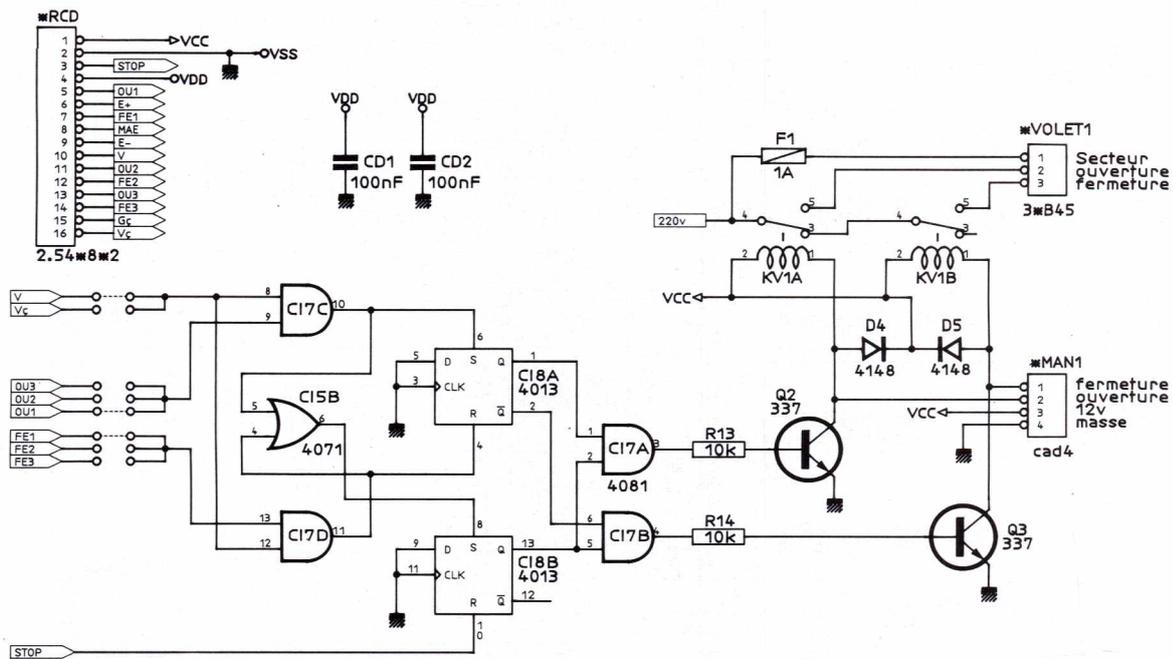
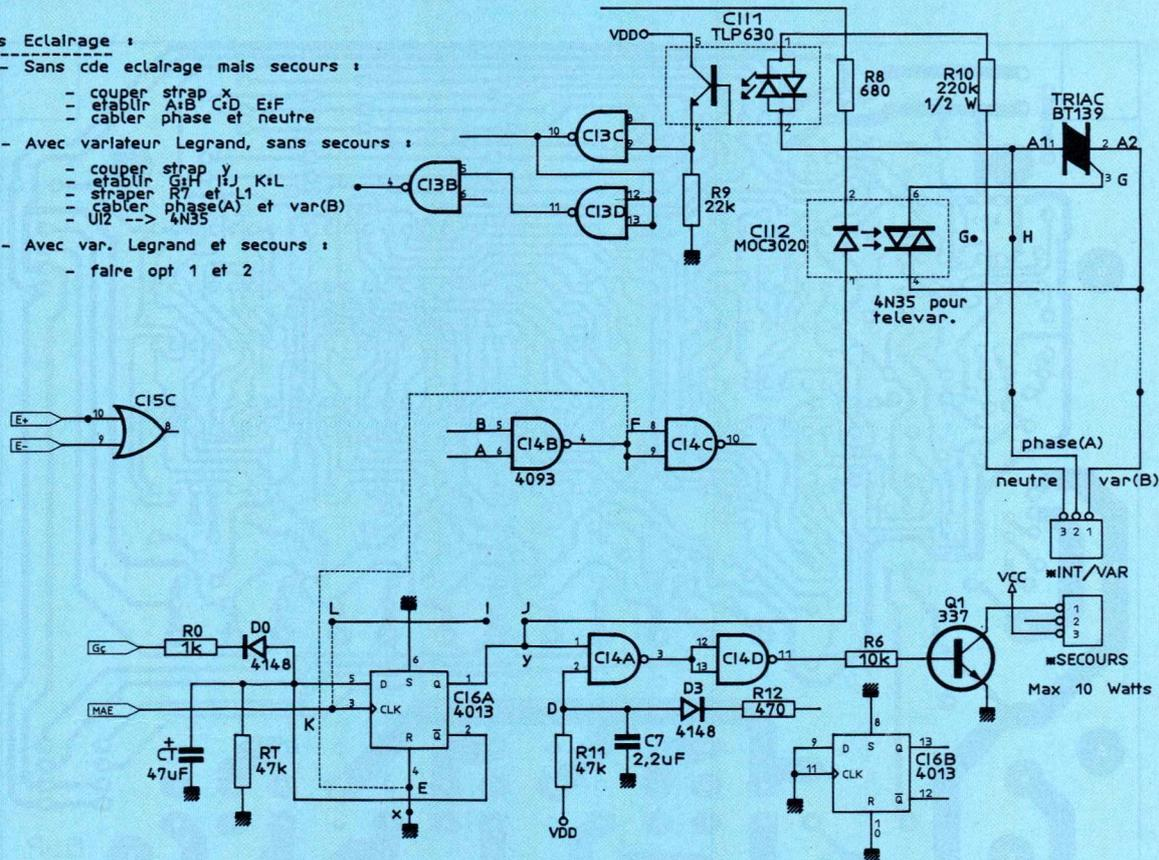

Figure 5b
Figure 5e
**Commande des moteurs (figures 5b à 5d)**
trois moteurs. Prenons comme exemple le premier moteur avec la **figure 5b** : un premier strap permet de choisir entre moteur de volet (V) ou autre (V), deux autres straps permettent de choisir le groupe de commandes O/F (1 à 3) qui actionnera le moteur. Ceci permettra, par exemple, de coupler deux moteurs sur la même commande.
La **figure 5e** fait apparaître les options de câblage qui ont été prévues sur la carte de puissance pour la partie éclairage.
Pour échapper au double face, il a fallu passer par quelques straps (8 en dehors des options). Ils sont représentés par des traits en pointillés sur les tracés du circuit imprimé (**figure 6a**). Les straps repérés par des lettres (A-B, C-D, etc.) ne seront à établir que pour les variantes indiquées sur la figure 5e. Les straps de sélection des commandes (fig. 5b à 5d) sont représentés par des lignes d'étoiles sur la **figure 6b**.